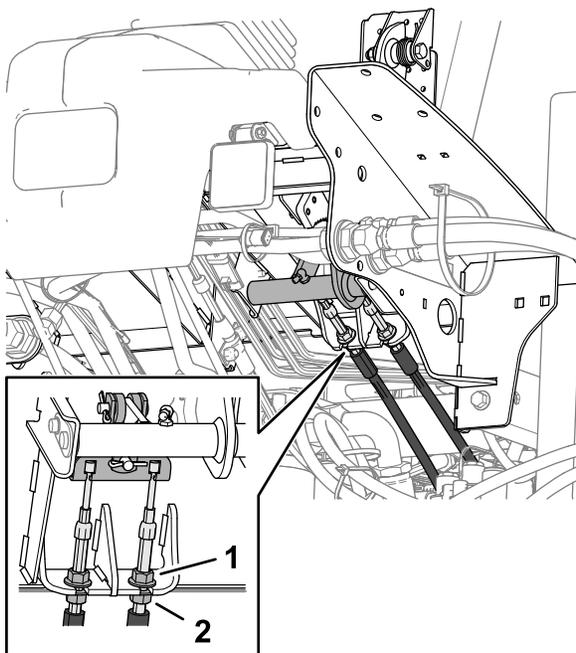

Figura 139
5. Para reduzir a folga do pedal de travão, solte as porcas de retenção frontais na extremidade roscada de cada cabo de travão (Figura 139).